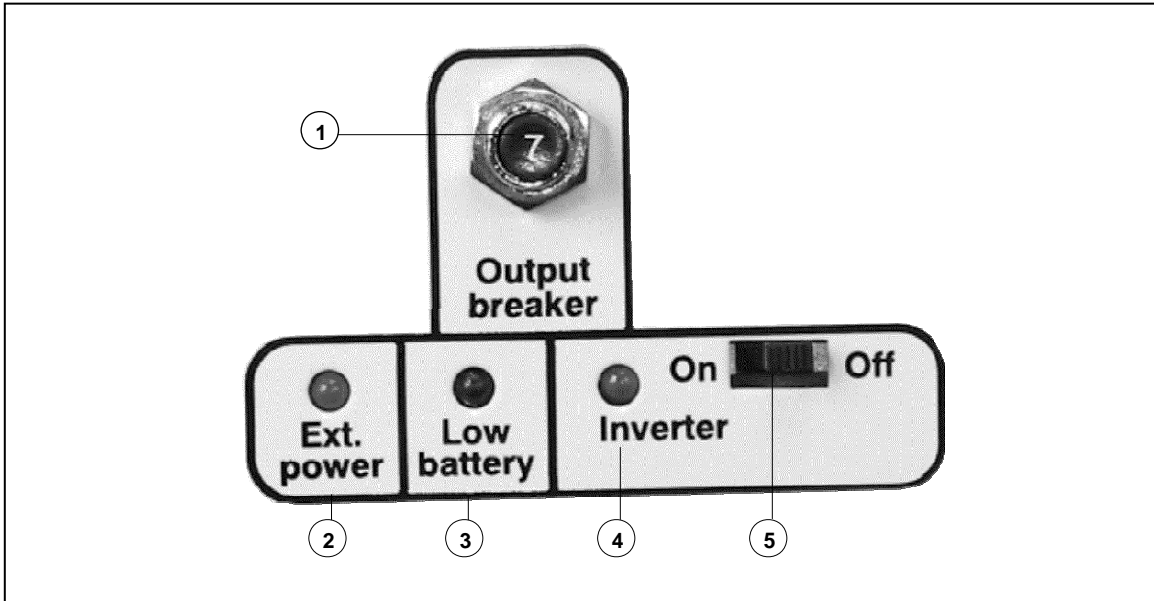

FIGURE 2: Description du panneau de commande
- (1) **Cosse de métallisation** : Se branche au système de terre.
- (2) **Ventilateur**: A contrôle thermostatique, le ventilateur démarre seulement quand il est nécessaire de rafraichir l'électronique à l'intérieur
- (3) **Fil d'entrée CC – ROUGE (+)**: Se branche au côté positif du fusible (+) du banc de batteries.
- (4) **Fil d'entrée CC – BLANC (-)**: Se branche au côté négatif du fusible (-) du banc de batteries.
- (5) **Connexion On/Off à distance** : Se branche à un interrupteur « On/Off » à distance fourni par l'utilisateur.
- (6) **Panneau de commande DEL**: Affiche l'état du convertisseur (Voir la figure 2 à la page 7)
- (7) **Prises de courant GFCI**: Sortie 120VCA .